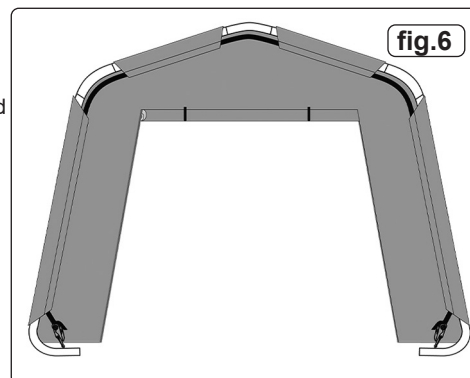

fig.6
5.4.1. FRONT AND REAR DOORS (fig.6)